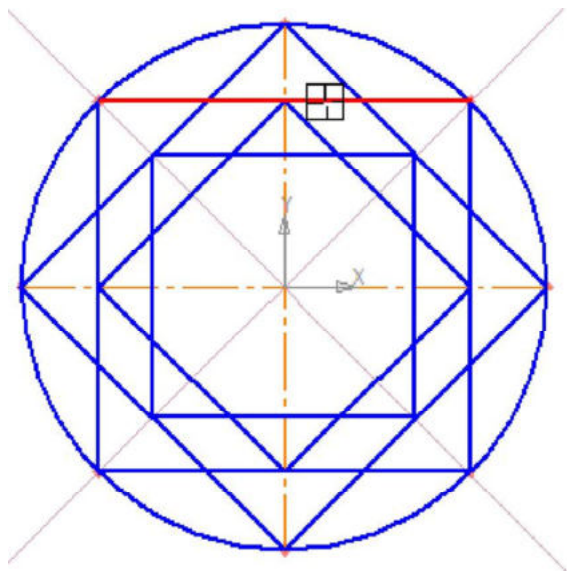

Рис. 8
8. укажите редактируемый участок (мишень мыши находится между соответствующими точками на линии, которую необходимо удалить) – рис. 8;